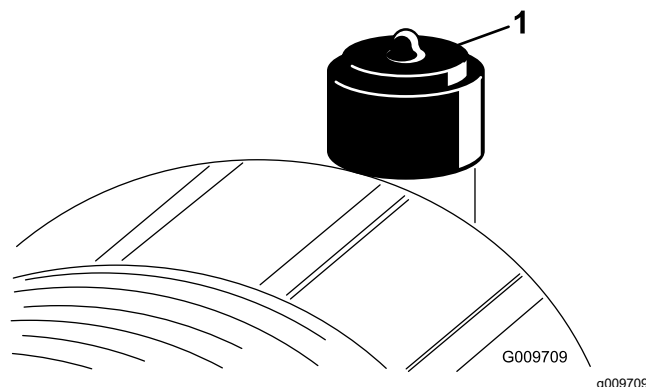

図 86
エアクリーナのフィルタの整備は、インジケータ 図 86 が赤色になってから行ってください。早めに整備を行っても意味がありません。むしろフィルタを外したときにエンジン内部に異物を入れてしまう危険が大きくなります。
9. インジケータ図 86が赤になっている場合はリセットする。